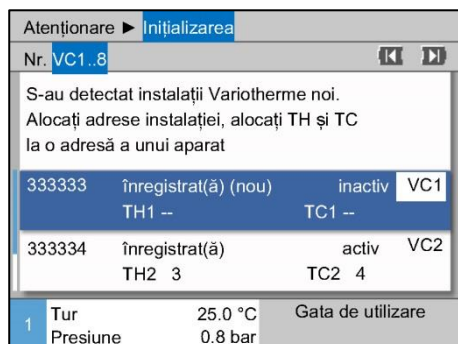

Fig. 20: Alocăți ID-ul modulului.
2. Apăsăți tasta și setați adresa modulului VC (→ Fig. 20 ex. VC1)